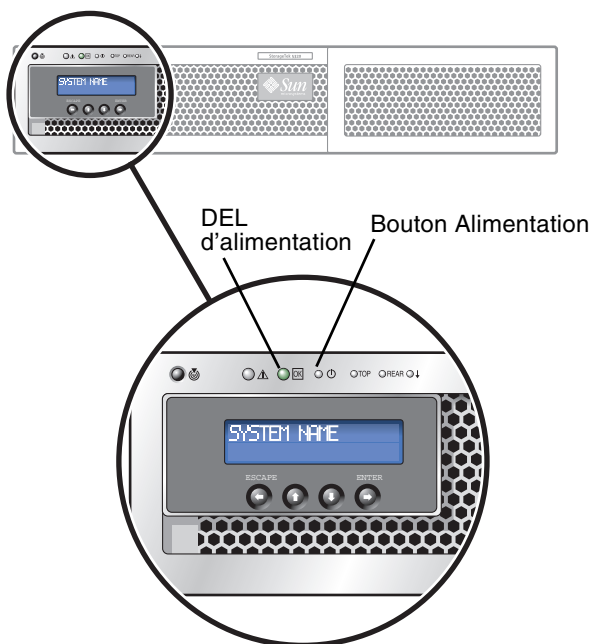

FIGURE 4-10 Bouton d'alimentation et autres composants du tableau de bord
8. Mettez sous tension le serveur H1 (numéro de série logiciel se terminant par « -H1 ») en utilisant la pointe d'un stylo ou un outil similaire pour appuyez sur le bouton Alimentation en creux (FIGURE 4-10).